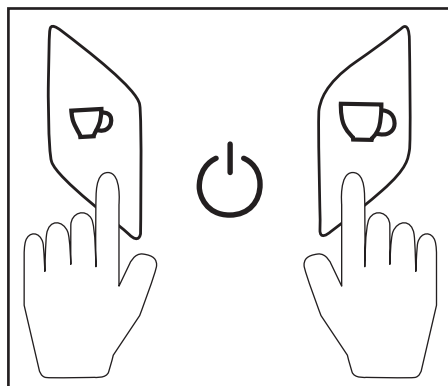

Abb. 1
- Drücken Sie die Taste Espresso  2 und die Taste Lungo  4 gleichzeitig (siehe Abb. 1). Die Tasten erlöschen und das Gerät schaltet sich aus.